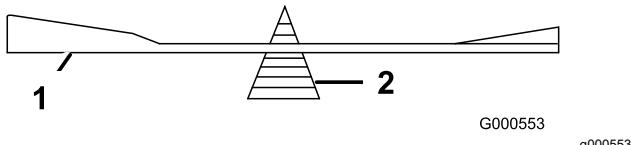

Figure 103
2. Vérifiez l'équilibre de la lame en la plaçant sur un équilibrEUR (Figure 103).